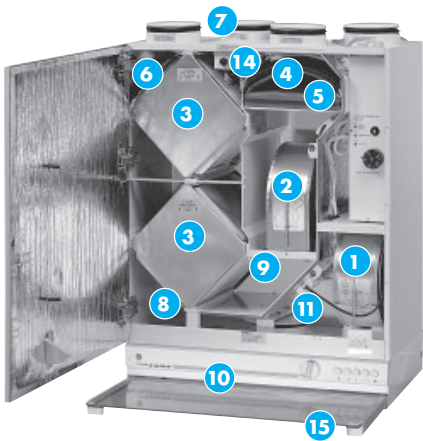
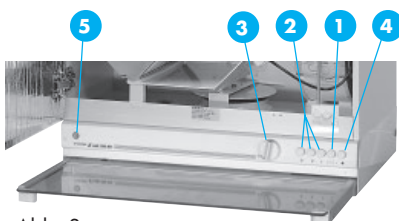

Abb. 1
Abb. 3
Bauteile des Zentralgerätes (Abb. 1)
Die Leistung des Gerätes KWL 071 wird über das Bedienungsfeld an der Dunstabzugshaube (mit integriertem 3-Stufen-Schalter und Transformator) geregelt: Das Gerät wird über den Schalter ON/OFF (Abb. 3/1) ein- bzw. ausgeschaltet.
Der Luftvolumenstrom wird über die Schalter 1-2-3 (Abb. 3/2) eingestellt.
Beim Kochen ist die Ventilatorstufe 3 zu wählen. Die Luftklappe (Abb. 1 / 1 1) in der Abzugshaube ist durch den Drehschalter AUF/ZU (Abb. 3/3) zu öffnen.
Der Lichtschalter (Abb. 3/4) der Dunstabzugshaube (durch roten Punkt gekennzeichnet) ist ein Druckschalter, d. h.
1. Das KWL-Gerät über den Schalter ON/OFF auf dem Bedienungsfeld (Abb. 3/1) abschalten.
1. Das KWL-Gerät über den Schalter ON/OFF auf dem Bedienungsfeld (Abb. 3/2) abschalten.